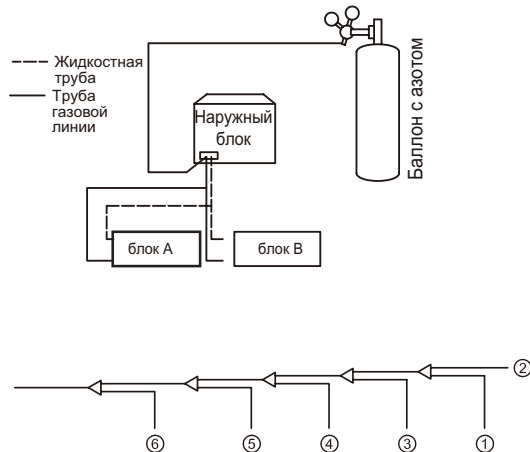

Рисунок 4.28
8. Точно так же продуйте другие отверстия, двигаясь последовательно от блока А к наружным блокам. См. Рисунок 4.28.